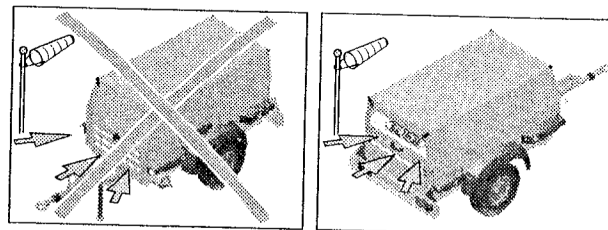

Fig. 3.4 Parte posterior del compresor contra el viento
Aplique el freno de estacionamiento tirando de la palanca del freno de estacionamiento (3) hacia arriba. Coloque el compresor lo más nivelado que sea posible: sin embargo, puede utilizarse temporalmente en una posición desnivelada que no supere los 15°. Si el compresor está aparcado sobre un terreno en pendiente, inmobilice el compresor colocando calzos en las ruedas (disponibles opcionalmente) delante o detrás de las mismas. Coloque el extremo posterior del compresor contra el viento (véase la Fig. 3.4), alejado de las corrientes de aire contaminado y de paredes. Evite la recirculación del aire de escape del motor. Esto produce un sobrecalentamiento y se reduce la potencia del motor.